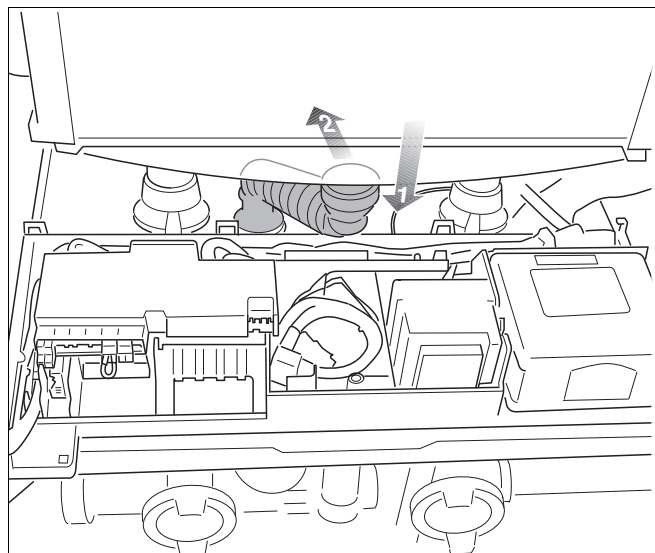

Bild 118 Dra bort brunnslangen
- Lossa brunnslangen för kondensutloppet och böj den bakåt (bild 118).